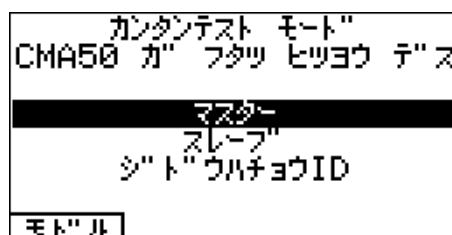

図 3.7.2-1 カンタンテストモード選択画面
2. カンタンテストモード選択画面(図 3.7.2-1 参照)が表示されます。